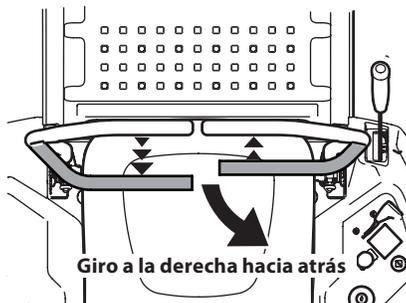

Figura 32
- Para girar a la derecha mientras se desplaza marcha atrás, mueva la palanca de control del lado derecho hacia adelante respecto de la palanca de control de la transmisión izquierda. Consulte la Figura 32.